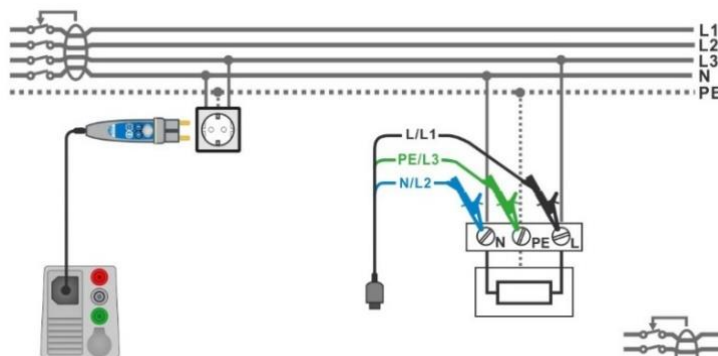

Fig. 4.47:
- Anslut 3-ledar testledn. eller Plug commander till objektet som skall testas, se **Fig. 4.47**